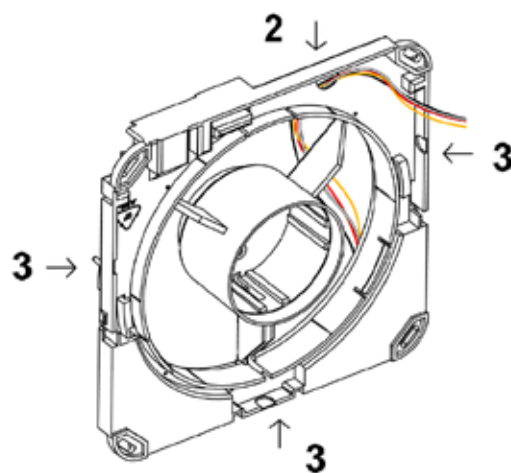

Fig.7 Inserimento cavi elettrici
Forare la predisposizione per il passaggio dei collegamenti elettrici (2), nel caso di collegamenti esterni non sotto traccia forare le zone previste (3) sia sul portamotore che sul coperchio (Fig.7).